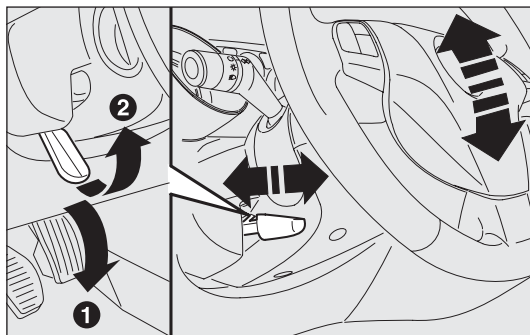

fig. 24
- débloquer le levier A-fig. 24 en le poussant vers l'avant (position 1) ;